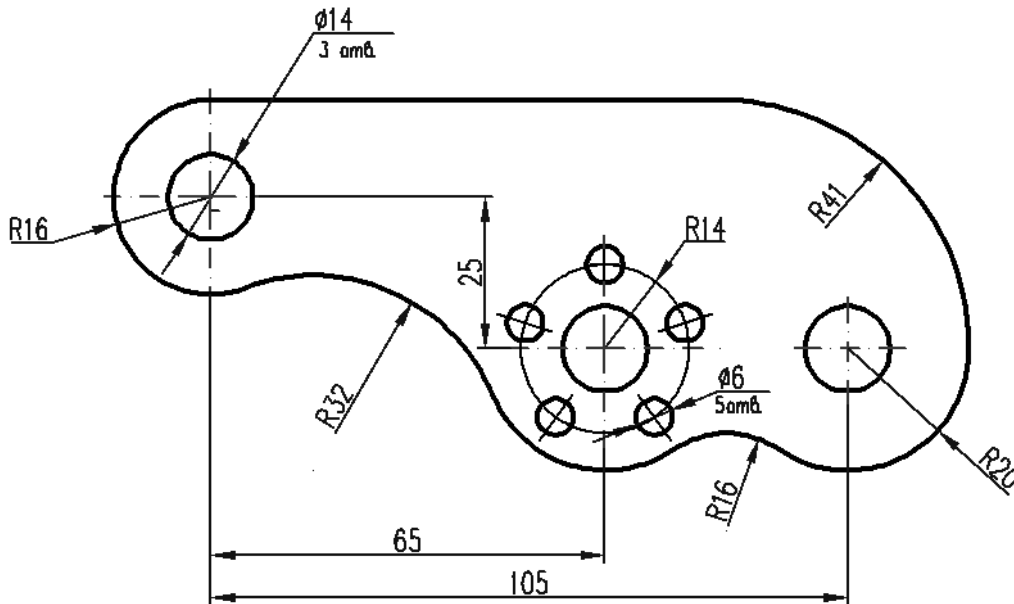

Рис.1. Контур детали
1. Предварительный анализ геометрии детали (рис.1).